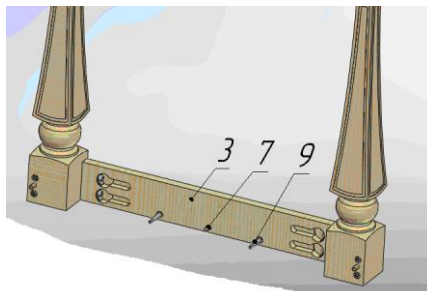

Рис. 3.
- 3.3 В центральное отверстие царги (3) установить шкант (7), в боковые отверстия (с металлической резьбовой втулкой) вернуть крепежные винты (9) – рис.3